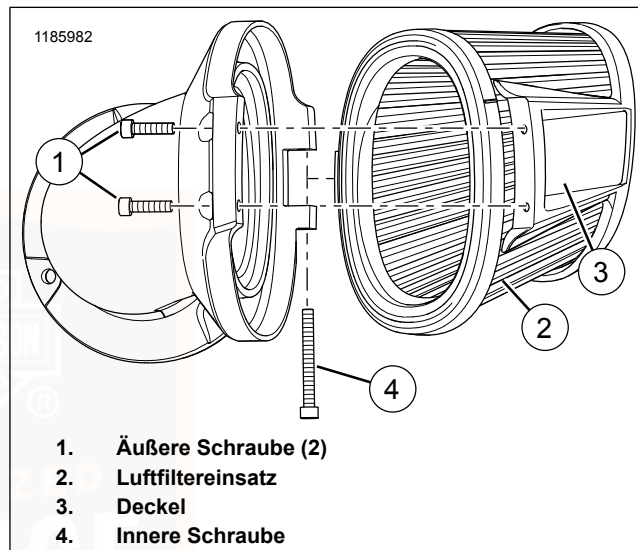

Abbildung 71. Luftfilter: Kegel
1. Siehe Abbildung 71 . Die beiden äußeren Schrauben (1) entfernen.
2. Die innere Schraube (4) entfernen.
3. Die Luftfilterabdeckung (3) und den Luftfiltereinsatz (2) ausbauen.
1. Siehe Abbildung 71. Den Luftfiltereinsatz (2) in die Abdeckung (3) einsetzen.
3. Die innere Schraube (4) einsetzen. Festziehen. 2–2,7 N·m (18–24 in-lbs)
4. Die äußeren Schrauben (1) einsetzen. Festziehen. 2–2,7 N·m (18–24 in-lbs)